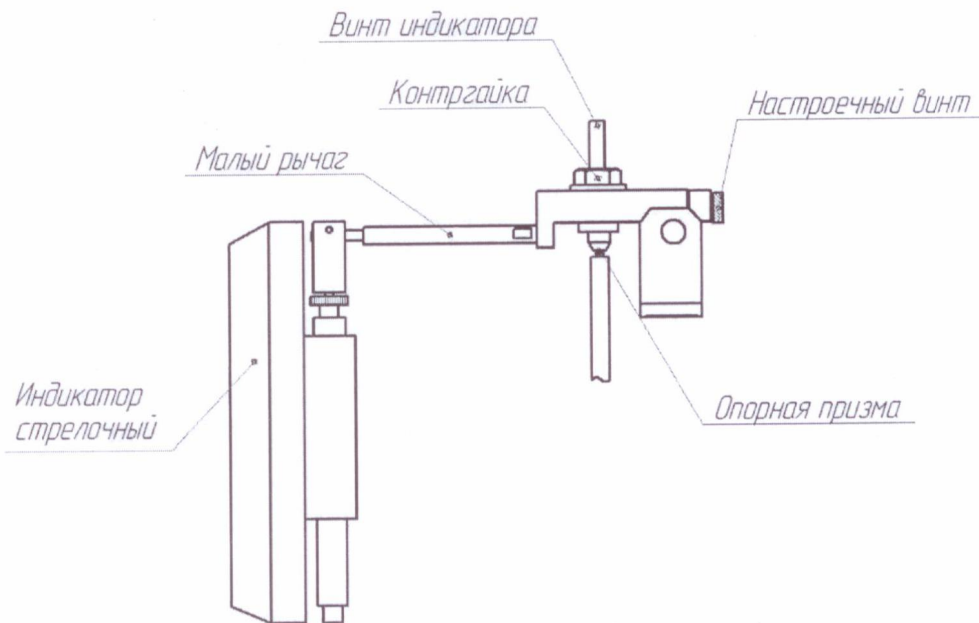

Рисунок 8.3 - Калибровка индикатора твердомера
- в) ослабить контргайку, придерживая винт индикатора шестигранным ключом и немного повернуть настроечный винт (Рисунок 8.3):